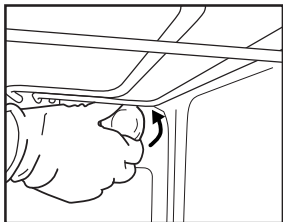

Fig. 6
2. Dévissez le cache de l'ampoule (Fig. 6), remplacez l'ampoule (voir Remarque pour en connaître le type), puis revissez le cache.